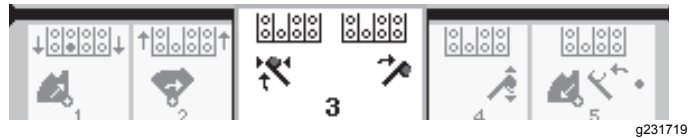

Figura 39
6. Suelte el botón/interruptor basculante para continuar con el paso siguiente de la secuencia (Figura 39).